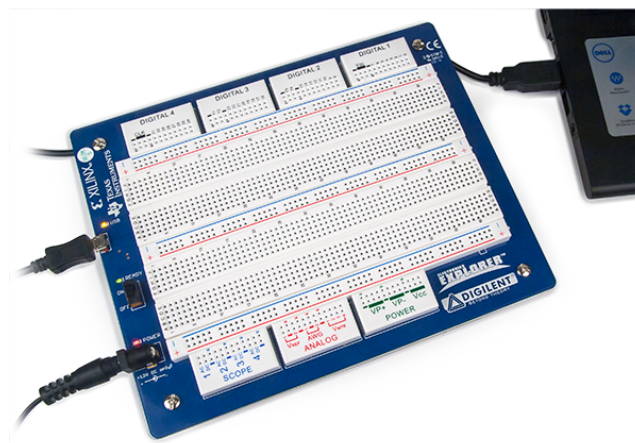

Figura 12. Conexión de la tarjeta EE Board.
- B. La comunicación con la EE Board se realiza a través de una conexión USB y la interconexión es bastante simple. Se utiliza un cable micro-USB para conectar la tarjeta a un ordenador. La EE Board también tiene un adaptador de *jack* de alimentación de 12 V de energía externa. Con el cable USB y la fuente de alimentación externa conectada, girar el interruptor de la tarjeta a **ON**, lo cual prepara a la EE Board para la comunicación con el software WaveForms. Esta conexión se puede apreciar en la figura 12.